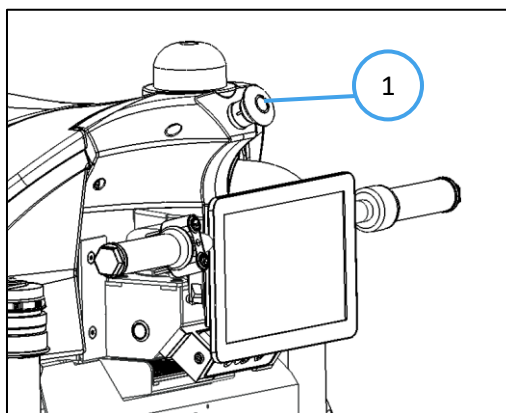

Fig. 3
4. Assurez-vous que le E-Stop (Fig. 3 - 1) est relâché. Si le E-Stop est engagé, les LEDs seront rouges. Se reporter à la section 'ARRÊT D'URGENCE' pour la désactivation..